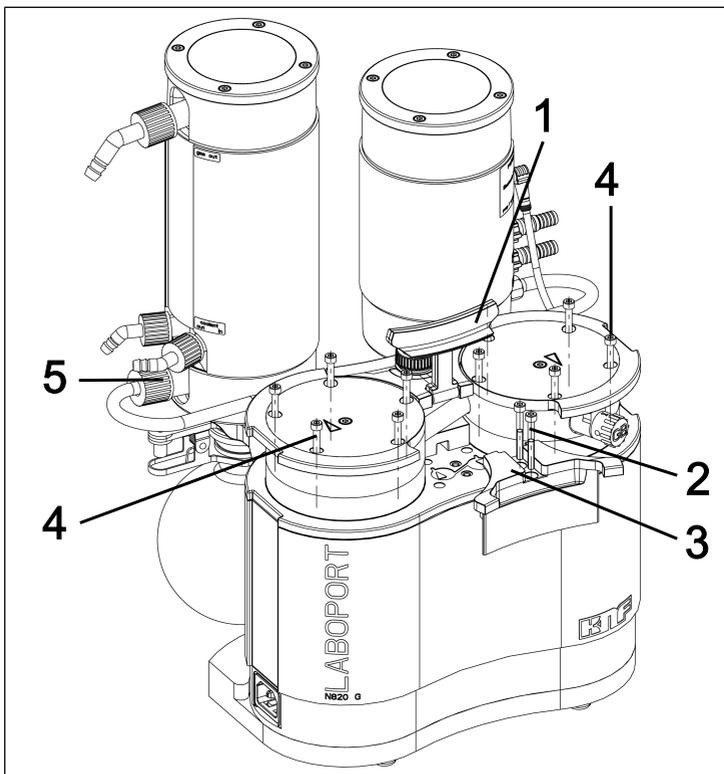
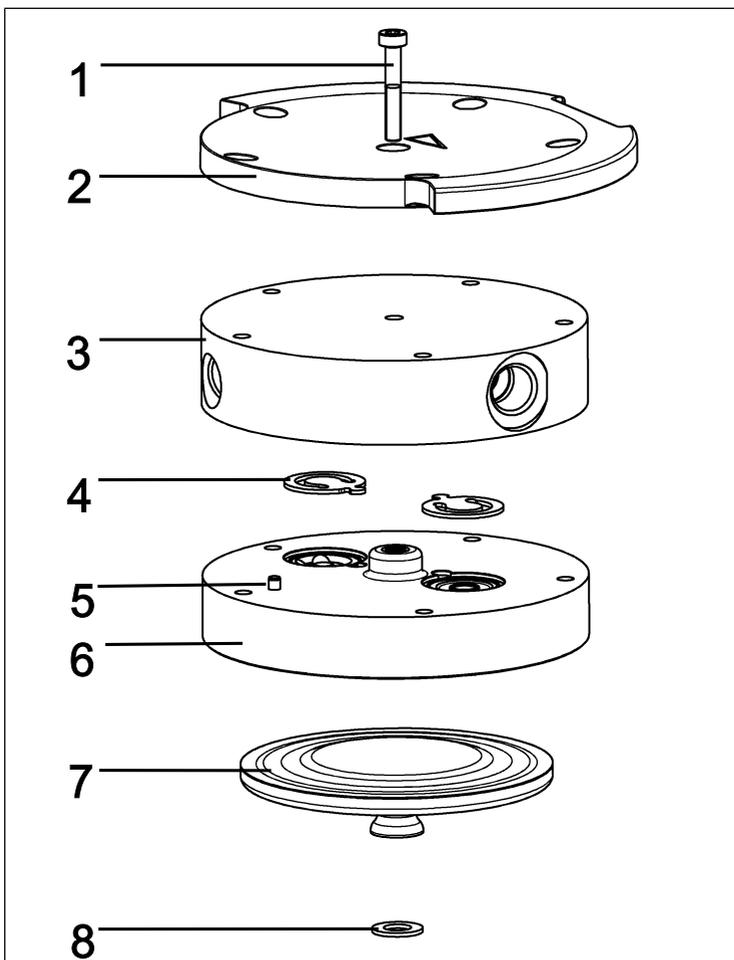

Abb.25: Griffblende abmontieren
Abb.26: Pumpenkopf (dargestellte Pumpe N820)
2. Lösen Sie die Überwurfmutter der Schlauchverbindung (5/ Abb. 25) von der Vakuumsystemkomponente.
3. Stellen Sie den Griff (1/Abb. 25) in eine senkrechten Position.
4. Lösen Sie die beiden Schrauben (2/Abb. 25) der Griffblende (3/Abb. 25).
5. Entfernen Sie die Griffblende (3/Abb. 25).
6. Lösen Sie die außenliegenden Kopfschrauben (4/Abb. 25) an beiden Pumpenköpfen.
**i** Die beiden innenliegenden Kopfschrauben (1/Abb. 26) bleiben dabei zunächst noch fest angezogen.
**i** Die folgenden Positionsnummern beziehen sich auf Abb. 26, falls nicht anders angegeben.
1. Markieren Sie Druckplatte (2), Kopfdeckel (3) und Zwischenplatte (6) mit einem durchgehenden Bleistiftstrich. Dadurch wird verhindert, dass die Teile später falsch montiert werden.
2. Entnehmen Sie die außenliegenden Schrauben (4/Abb. 25) von den Pumpenköpfen.
8. Ziehen Sie die innenliegende Kopfschraube (1) in der Mitte der Druckplatte fest (Anziehmoment: 1 Nm).
9. Ziehen Sie die Schrauben (4/Abb. 25) über Kreuz an (Anziehmoment: SC820G: 4 Nm; SC840G: 5 Nm)
11. Ziehen Sie die Überwurfmutter der Schlauchverbindung (5/Abb. 25) am Hochleistungskondensator (2/Abb. 3) handfest an.
1. Montieren Sie die Griffblende (3/Abb. 25).
2. Ziehen Sie die Schrauben (2/Abb. 25) der Griffblende (3/Abb. 25) an (Anziehmoment: 2 Nm).